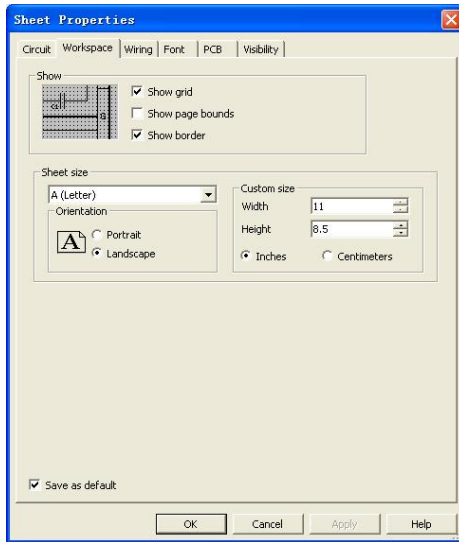

图 1-11 Workspace 选项卡
- ① Show: 显示。
- ② Color: 颜色。此处可以更改背景、选择、导线、模型元件、非模型元件、虚拟元件的颜色。
- ③ Save as default: 保存为默认值。
- 2) Workspace: Workspace 选项卡如图 1-11 所示。